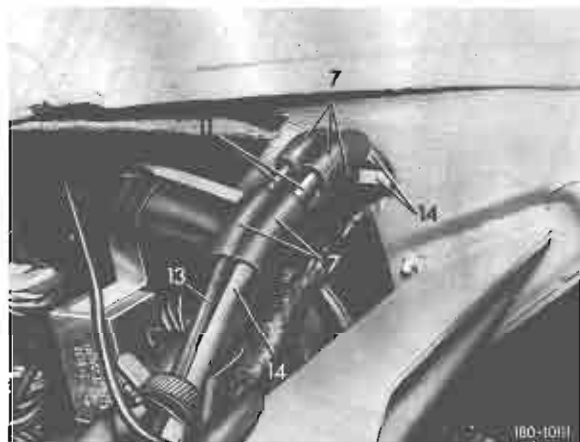

Bild 9
32 Unterdruckleitungen (13 und 14) 1350 mm lang von der Unterseite der Instrumententafel durch die rechte Vorderwandsäule zum Unterdruckelement (22) in der rechten Türe verlegen und mit zwei 30 mm langen Verbindungsstücken (7) am Unterdruckelement (22) anschließen (Bild 9 und 10).
37 Unterdruckleitungen (13 und 14) rechts unter der Instrumententafel mit je einem Verteilerstück (11) und drei 30 mm langen Verbindungsstücken (7) miteinander verbinden (Bild 9).